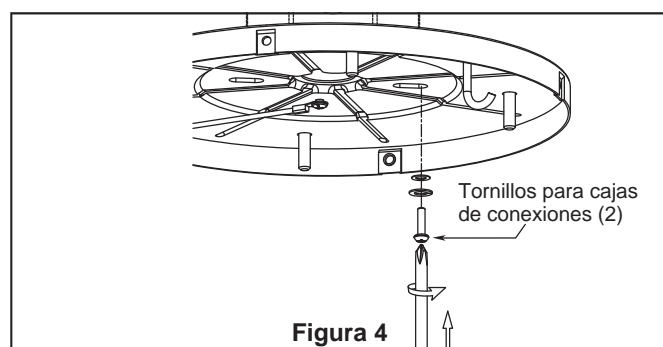

Figura 4
3. Con los tornillos de unión del techo cuadrado con la caja de conexiones del techo ajuste bien el soporte del ventilador a la caja de conexiones del techo como se muestra. (Figura 4)